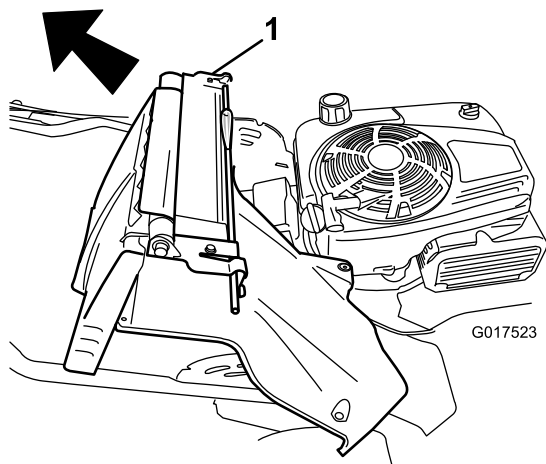

Рисунок 34
7. Снимите задний отражатель и рычаг фиксации рукоятки в сборе (**Рисунок 34**).